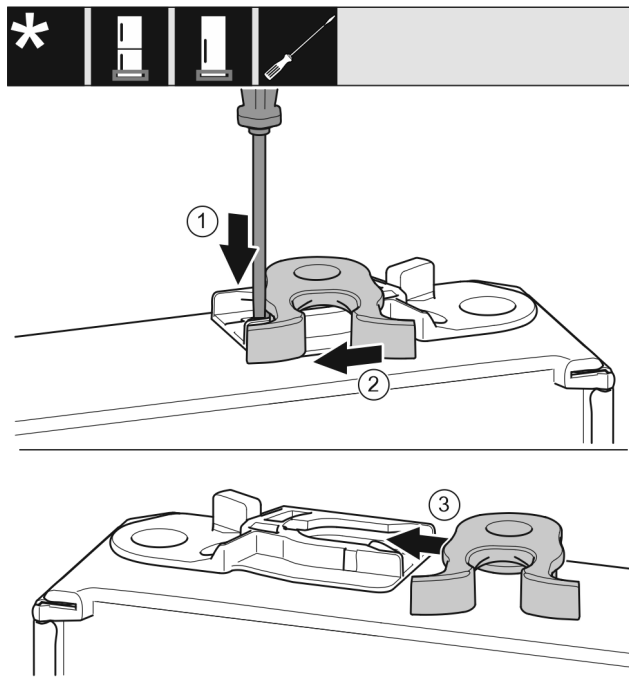

Fig. 18
- ▶ С плоска отвертка натиснете езичето надолу. Fig. 18 (1)
- ▶ Извадете затварящата кука от водача. Fig. 18 (2)
- ▶ Вкарайте затварящата кука във водача от другата страна. Fig. 18 (3)